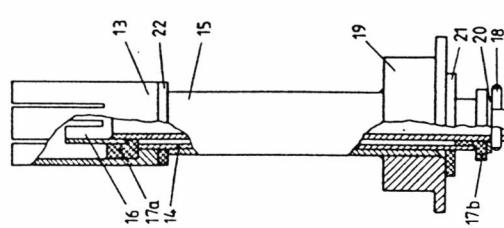

Bild 5:
Bild 5 stellt die Einzelteile des Kathodenresonators dar. Der Kathodenkontaktring (13) wird auf das Rohr (14) von 5 mm Durchmesser gelötet und mehrfach längs geschlitzt. Das handelsübliche Rohr (wie alle anderen Rohre bis 12 mm Ø in Modellbaugeschäften erhältlich) wird stramm mit PTFE-Folie umwickelt und in das Außenkathodenrohr (15) mit 5,2 mm Innendurchmesser geschoben.